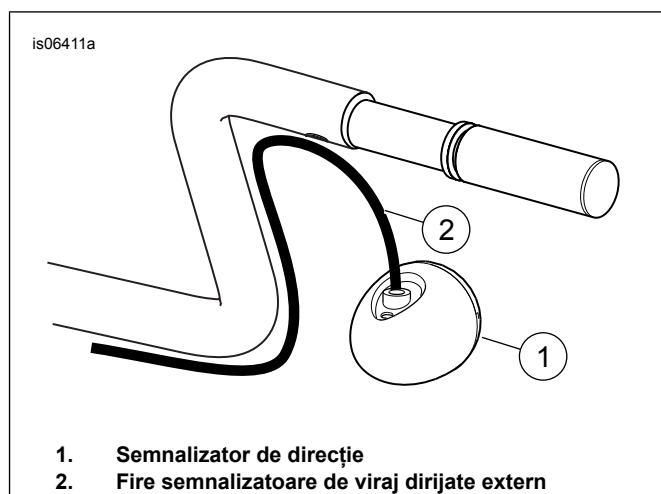
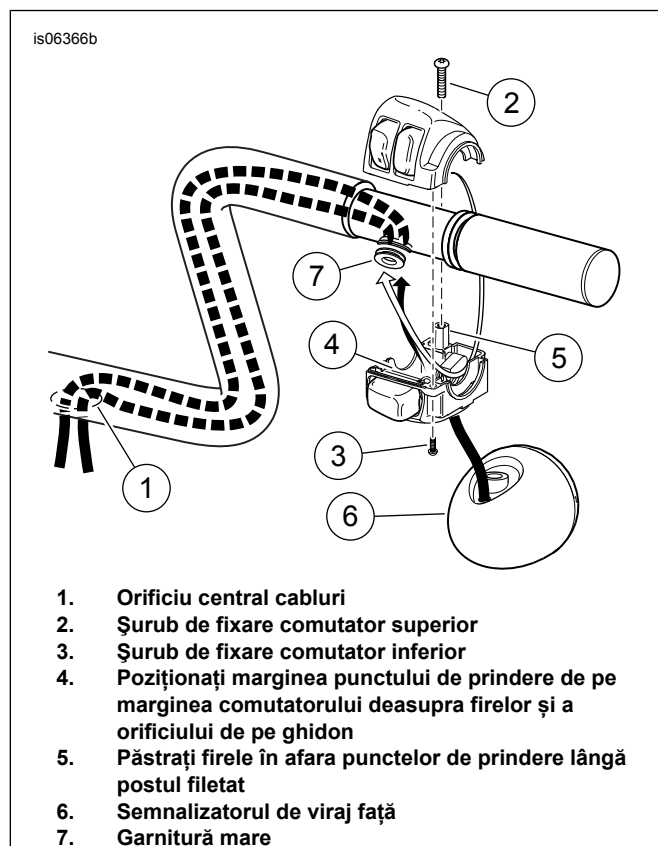

Figura 4. Semnalizatoare de viraj montate pe ghidon care necesită relocare
Figura 5. Traseu fire semnalizator de vira și comutator prin carcasa comutatorului
- Pentru modelele FĂRĂ semnalizatoare de viraj montate pe ghidon:** Continuați cu **Pasul 9** (după Figura 5). **Pentru modelele CU semnalizatoare de viraj montate pe ghidon:** Dacă firele originale ale semnalizatorului de viraj treceau prin carcasașele comutatorului și în interiorul ghidonului prin deschiderea mare (J), treceți la **Pasul 4** (după Figura 4). A se vedea figura 4. În cazul în care firele originale ale semnalizatorului de viraj erau **trase prin exterior** aceste semnalizatoare necesită mutarea de pe ghidon. Mutați-le în acest moment urmând instrucțiunile din kitul de relocare corespunzător.
Consultați Figura 5. Verificați dacă garnitura mare (7) a fost poziționată pe mânunchiul de fire ale comutatorului și semnalizatorului de viraj, aproape de capătul dinspre comutator.